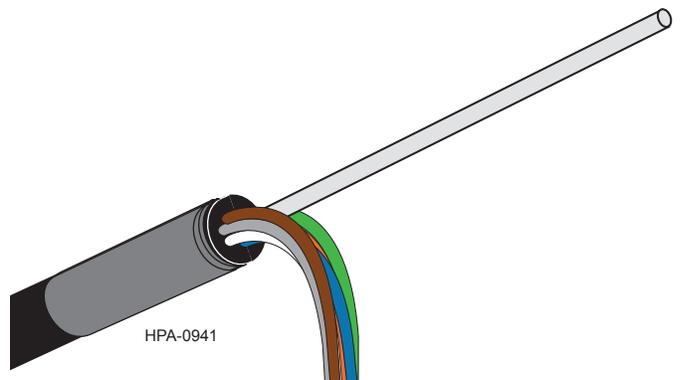

Abbildung 8
Schritt 12: Die Aderhüllen vom Zentralelement trennen/wickeln. Das Zentralelement auf die für die Zugabfangung in der Vorrichtung geeignete Länge schneiden (Abbildung 8).
Schritt 13: Für eine Kabelzugabfangungsvorrichtung, die auf den Mantel geklemmt wird, drei Schichten Vinylband über dem Bereich, in dem die Klemmen den Mantel berühren, anbringen (Abbildung 8).